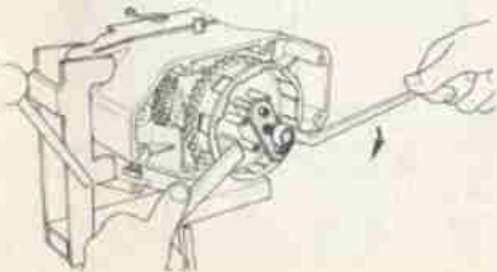

FIG. 15
- 15) RIMUOVERE il disco portacolonnnette utilizzando l'estrattore (cod. 05.0007.0) e la solita chiave di fermo e agendo sulla vite centrale con una chiave da 17 mm. (fig. 15).